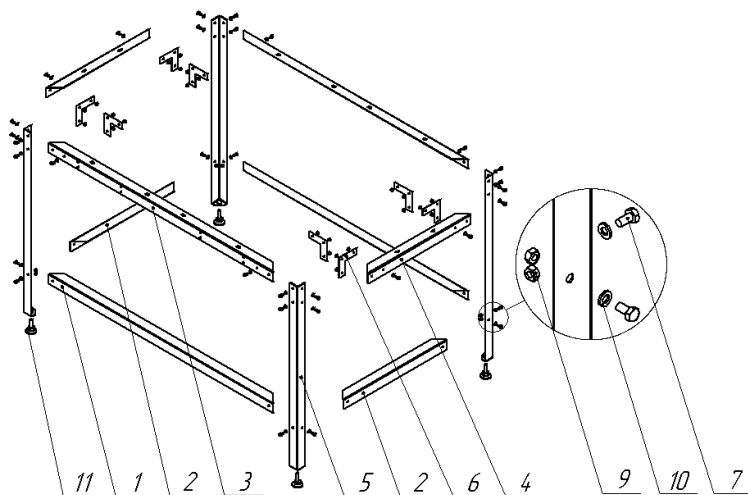

Рис. 2. Сборка рамы стола.
1. Сборка рамы стола (Рис. 2).